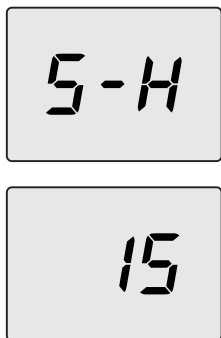

Figura 7.13
- Utilizzare il tasto 10 per cambiare questo valore in **15** e successivamente premere il tasto 12 per confermare. Sul display appare **S-H** alternato al parametro potenza massima assoluta (Figura 7.13).